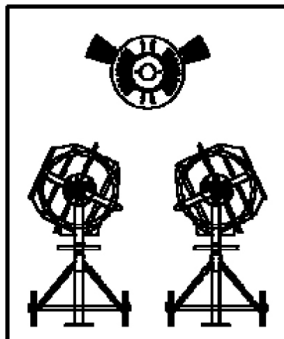

Abb.14
- Positionieren Sie die Achse der Trommel für das Beladen mit Beton, wie in Abb.14 dargestellt.